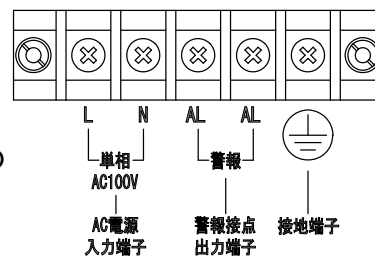

図4
2. 端子台への接続は、圧着端子 (絶縁キャップ付など) を用いて、指定の端子へ確実に行ってください。(図4)